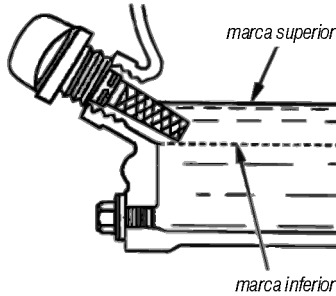

Fig. 7 – nivel de aceite
- 5 – Retire nuevamente la varilla y realice la lectura (fig. 7);